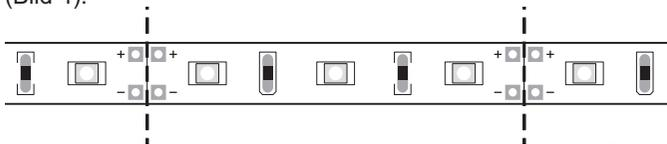

Bild 4
LED-Platinen können jeweils nach drei LEDs getrennt werden (Bild 4).
1. LED-Platine an der gewünschten Stelle trennen (Bild 4).